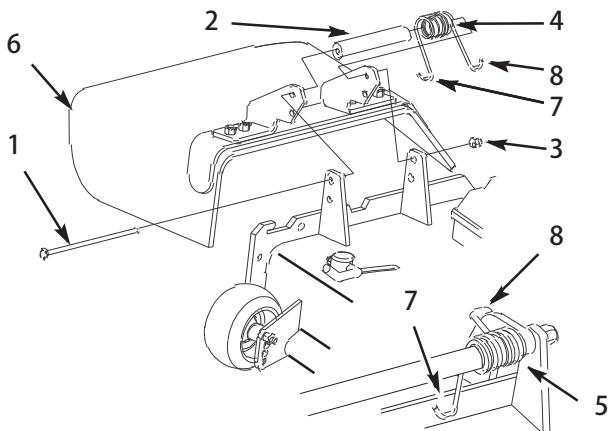

図 39
- デフレクタをピボット・ブラケットに固定しているロックナット、ボルト、スプリング、スペーサを外す(図39)。デフレクタを取り外す。
- デフレクタのブラケットの間にスペーサとスプリングを入れる(図39)。スプリングの左側のフックを デッキのエッジに引っ掛ける。
注：ボルトを取り付ける前に、スプリングの J フックが図39のようにデッキのエッジに取り付けられていることを確認してください。
- ボルトとナットを取り付ける。スプリングの右側の J フックの端を、デフレクタに引っ掛ける(図39)。